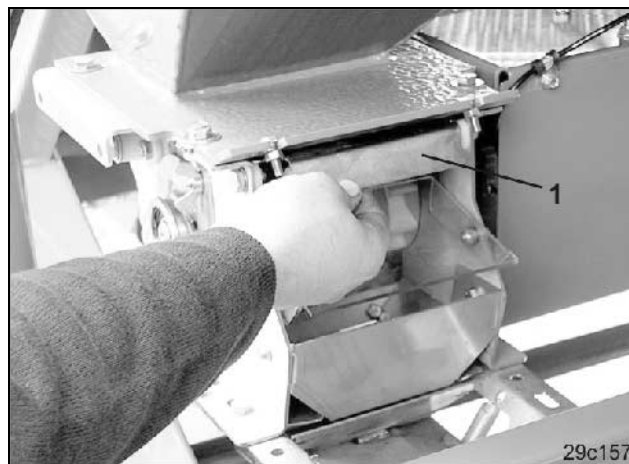

Fig. 73
- Chiudere la serranda (Fig. 73/1) per impedire che la semente fuoriesca dal contenitore.
- La figura (Fig. 73) mostra la serranda aperta.
Aprire la serranda (Fig. 73/1)!